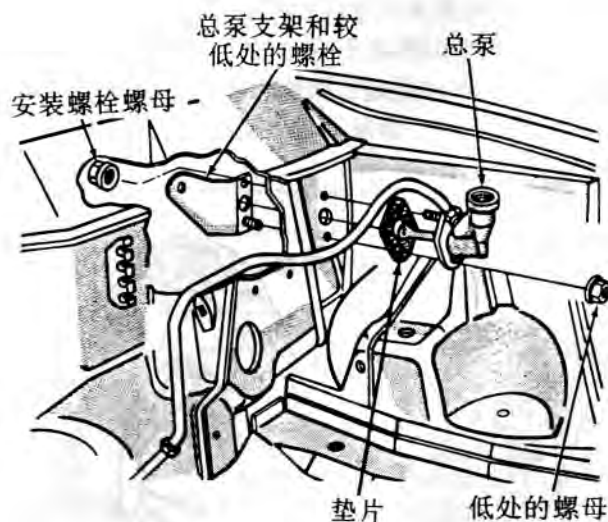

图5 总泵连接
(6) 拆下总泵连接螺母, 卸下总泵。注意总泵的紧固件为反扣(图5)。从驾驶室容易卸下